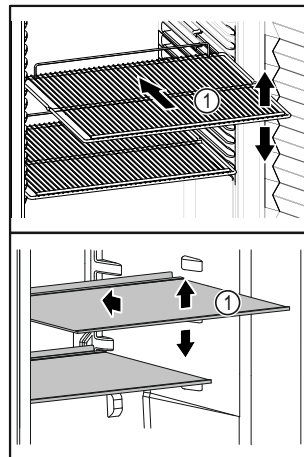

Fig. 86 Примерное изображение
- ❑ Если полки для хранения Fig. 86 (1) можно переставлять, отрегулируйте высоту их установки.